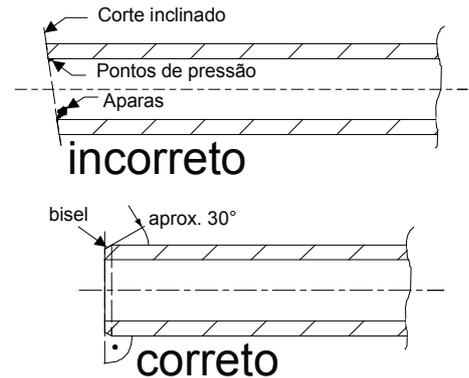

Fig. 6 Corte dos tubos
- Os tubos têm de ser cortados com um cortador de tubos para o comprimento necessário. Aqui é necessário assegurar que se faz um corte perpendicular ao eixo do tubo. Eventuais «aparas» existentes têm de ser removidas, **Fig. 6**.
- As extremidades de cada segmento de tubo têm de ser chanfradas ligeiramente inclinadas (bisel) com ferramentas adequadas, p. ex., chanfradora de tubos, **Fig. 6**.